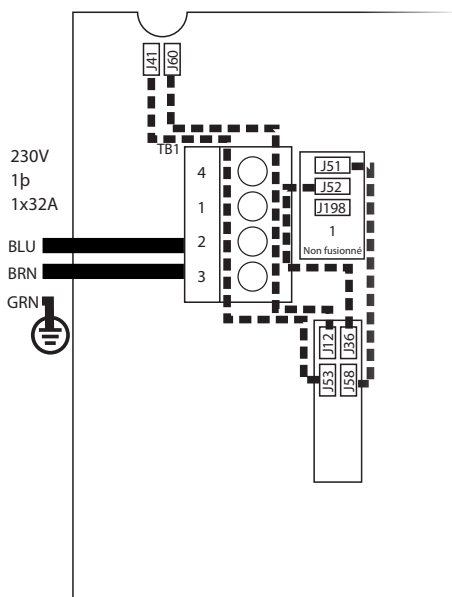

Figure 1
### TELLE QUE FABRIQUÉE : CONNEXION SIMPLE (Figure 1)
1. Retirez tous les cavaliers comme indiqué par les lignes pointillées sur la Figure 1 (page précédente).
### TELLE QUE FABRIQUÉE: CONNEXION SIMPLE (Figure 1)